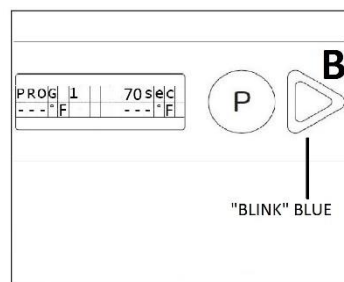

Fig.16
- Pendant la phase de THERMO STOP, le bouton B clignote en bleu jusqu'à ce que la température de rinçage final soit atteinte et que le cycle soit terminé. Il est possible de terminer le cycle en appuyant sur le bouton B (Fig.16)